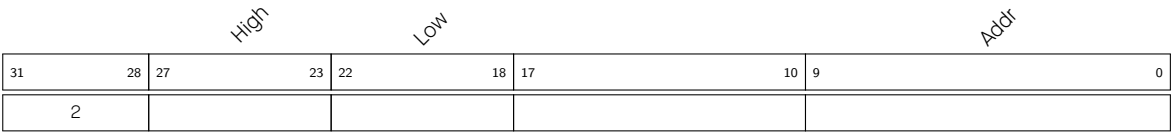

图 1.5-19. 指令类型 - REG_RD
- Operand** **描述** - 见图 1.5-19